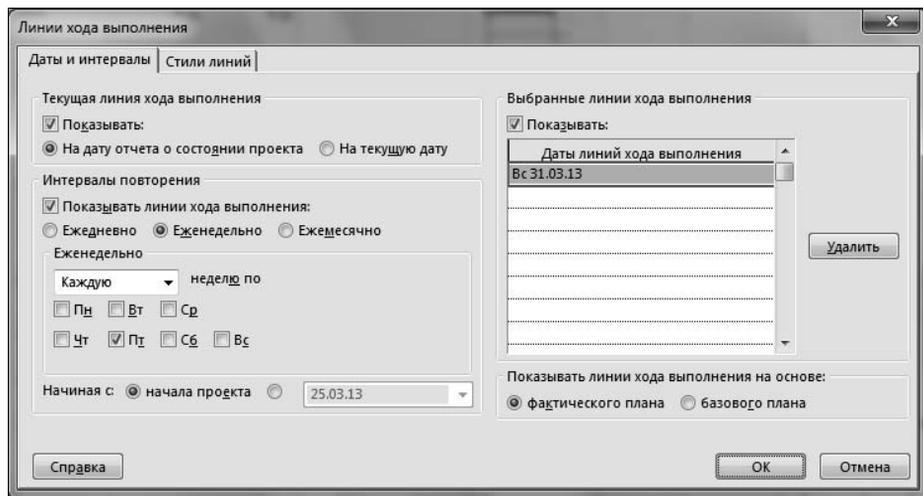

Рис. 8.1.6. Диалоговое окно управления выводом линий хода выполнения задач для фиксированных дат
4. Для ввода в поле **Даты линий хода выполнения** новой даты установить указатель мыши в пустую строку этого окна и щелкнуть левой кнопкой мыши. После этого фиксированную дату можно ввести в поле ввода — оно расположено непосредственно над надписью **Даты линий хода выполнения**. При этом можно щелчком на автоматически появившемся в отмеченной строке справа элементе управления активизировать стандартное окно ввода календарных дат. При работе с файлом проекта-примера можно в качестве специально определяемой даты выбрать, например, 31 марта 2013 года. Вид окна управления линиями хода выполнения задач показан на рис. 8.1.6.
7. В приведенном на рис. 8.1.6 окне в группе **Показывать линии хода выполнения на основе** выбрать переключатель **фактического плана** или **базового плана**.